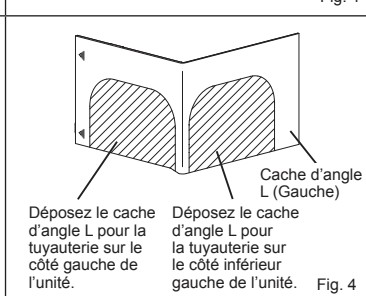
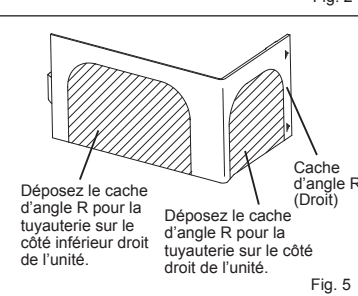

Fig. 4
Fig. 5
- Selon le sens de la tuyauterie, déposez la partie ombrée du cache d'angle L (Fig. 4) ou du cache d'angle R (Fig. 5). Reposez le couvercle du boîtier électrique, le cache d'angle et le panneau frontal.